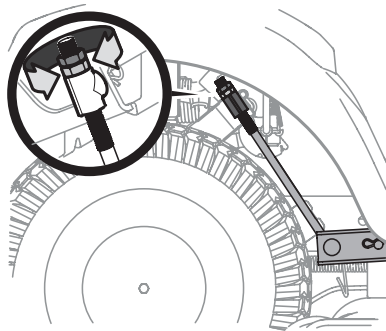

Figure 37
3. Une tige de réglage se trouve sous chaque aile arrière, près des roues. Voir Figure 37.